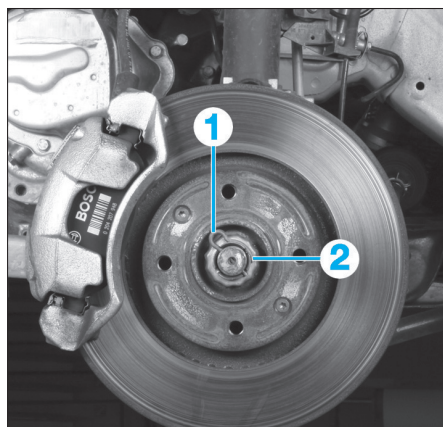
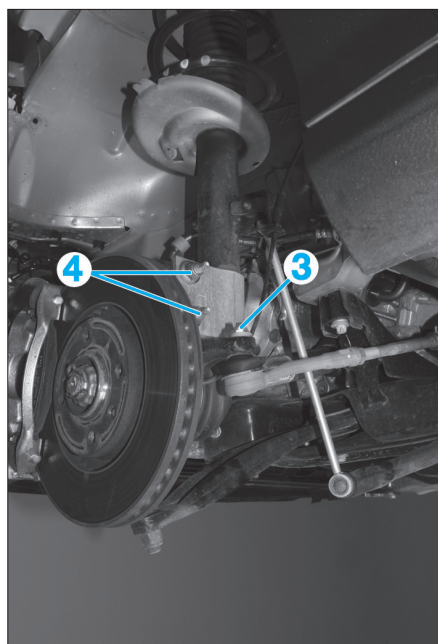

Fig. 2
Fig. 3
- la goupille (1) (Fig.2),
- la cage-frein (2),
- l'écrou de rotule de direction (3) (Fig.3),
- les 2 goujons de fixation de l'élément de suspension sur le pivot (4).
- l'écrou de rotule de direction (3) (Fig.3)